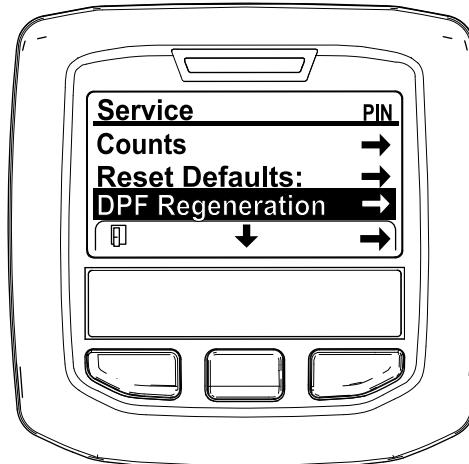

Figura 40
- No MENU DE MANUTENÇÃO, prima o botão do meio até surgirem as opções de REGENERAÇÃO DO DPF e prima o botão direito para selecionar a opção de REGENERAÇÃO DO DPF (Figura 40).